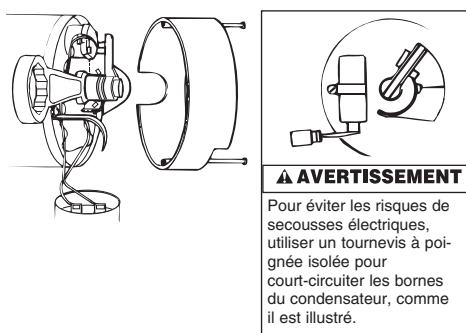

Figure 21 – Immobilisation de l'arbre
2. Si l'impulseur doit être remplacé, dévisser les deux vis à métaux, puis déposer le carter du moteur (se reporter à la Figure 21).
3. **⚠ AVERTISSEMENT** La tension du condensateur peut être dangereuse. Pour décharger le condensateur, tenir un tournevis à poignée isolée **PAR LE MANCHE**, puis court-circuiter les bornes du condensateur (se reporter à la Figure 21). Ne pas toucher la lame métallique du tournevis ni les bornes du condensateur. En cas de doute, s'adresser à un électricien qualifié.